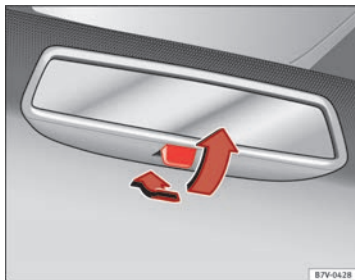

Fig. 64 Retrovisor com antiencandeamento manual
- Para evitar o encandeamento, puxe o manípulo para trás ⇒ Fig. 64.